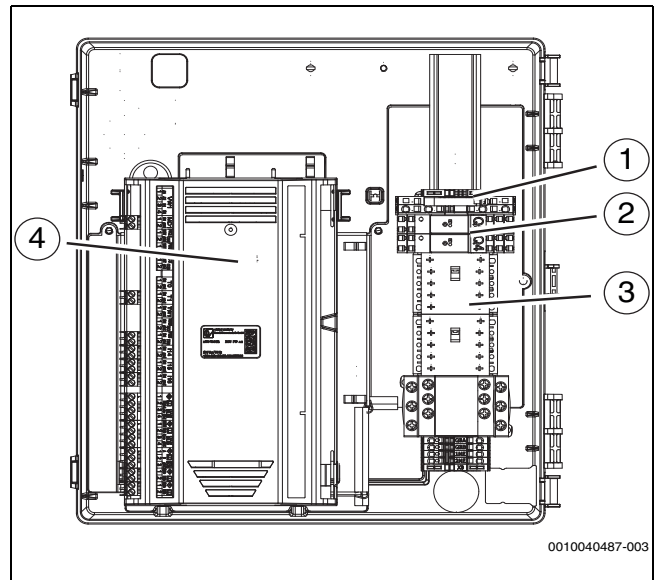

Bild 32 Anordnung der Komponenten im Klemmenkasten
- Anschlusskabel über die Kabelverschraubungen auf der Rückseite durch die Welschläuche führen. Eine Verlängerungsschnur verwenden. Die richtige Reihenfolge der Schläuche ist Abbildung 32 zu entnehmen.
- Kabel mit Kabelbindern an den Befestigungspunkten befestigen (→Abbildung 32 [7] und [9]). Darauf achten, die Kabel nicht über Kreuz zu verlegen.